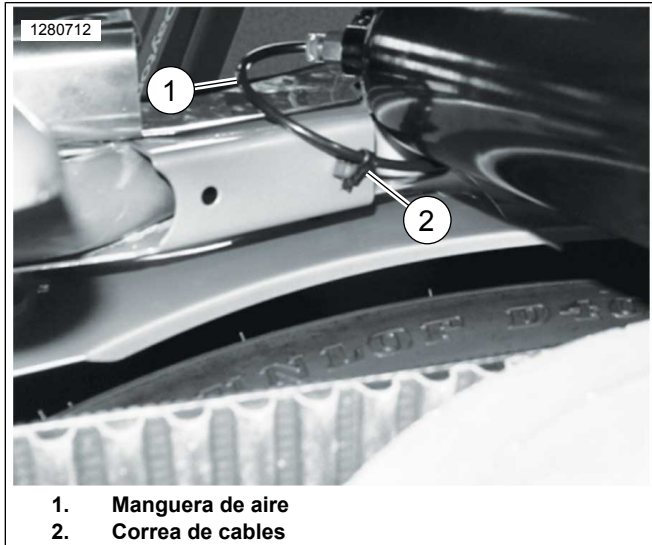

Figura 4. Ruta de la manguera de aire para los modelos 2003 y posteriores
- c. **Para los modelos 2003 y posteriores:** ver Figura 4 . Retire la manguera de aire amortiguadora del lado izquierdo (1) de la válvula de aire, y desvíe por debajo del montaje de choque superior. Use una correa de cable (2) para fijar la manguera de aire como se muestra y evitar que se doble o quede atrapada. Vuelva a instalar la manguera de aire en la válvula de aire e instale la válvula de aire en el orificio marcado con una "F" en el soporte del lado izquierdo.